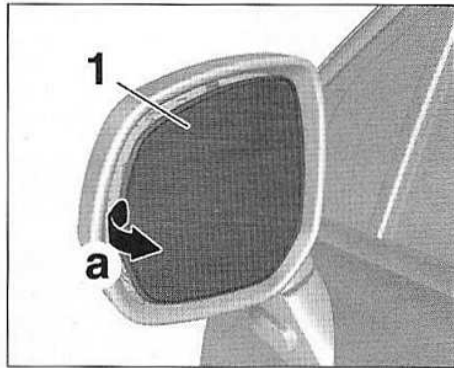

FIG.47
- Orienter au maximum vers l'intérieur la glace de rétroviseur (1) (Fig.47).